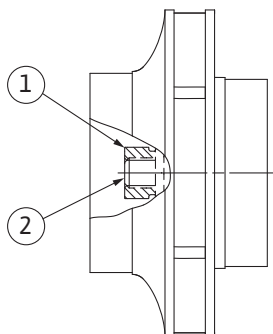

Fig. 101: Poziția corectă a piuliței rotorului după instalare
8. Țineți ferm arborele cu cheia fixă (deschidere 22 mm) și strângeți piulița rotorului la cuplul de strângere specificat (a se vedea tabelul „Cupluri de strângere” [▶ 29]). Piulița (Fig. 101, Poz. 1) trebuie să fie aliniată aproximativ  $\pm 0,5$  mm cu capătul de arbore (Fig. 101, Poz. 2). Dacă nu este astfel, desfaceți piulița și repetați pașii 4 ... 8.